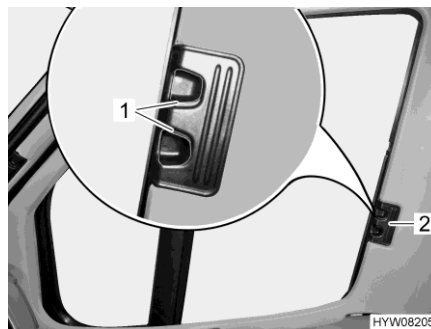

Fig. 110 Dispositif occultant plissé (fenêtre côté conducteur/passager)
- Presser les poignées de déverrouillage (Fig. 110,1) et les maintenir pressées.
- Tirer les dispositifs occultants plissés pour les fenêtres côté conducteur et côté passager par la poignée (Fig. 110,2) vers l'autre côté de la fenêtre et les rassembler au niveau de la piste magnétique.
- Pousser les dispositifs occultants plissés pour les fenêtres côté conducteur et côté passager jusqu'à la butée au niveau de la poignée (Fig. 110,2).
- Lâcher les poignées de déverrouillage (Fig. 110,1) et les faire s'enclencher.